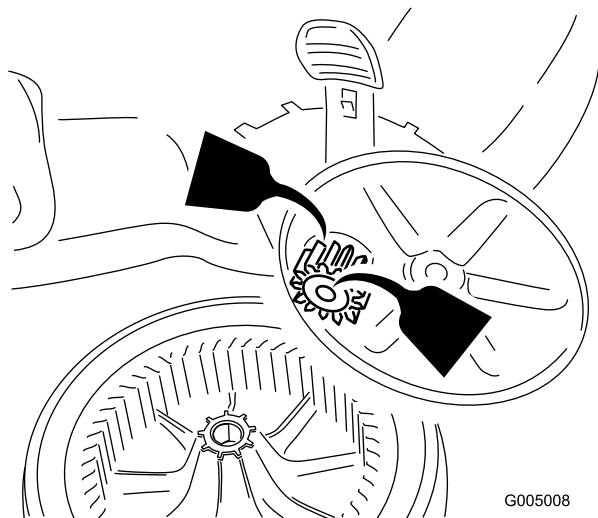

Figura 37
2. Aplique aceite lubricante al interior y al exterior de los engranajes (ver Figura 37).